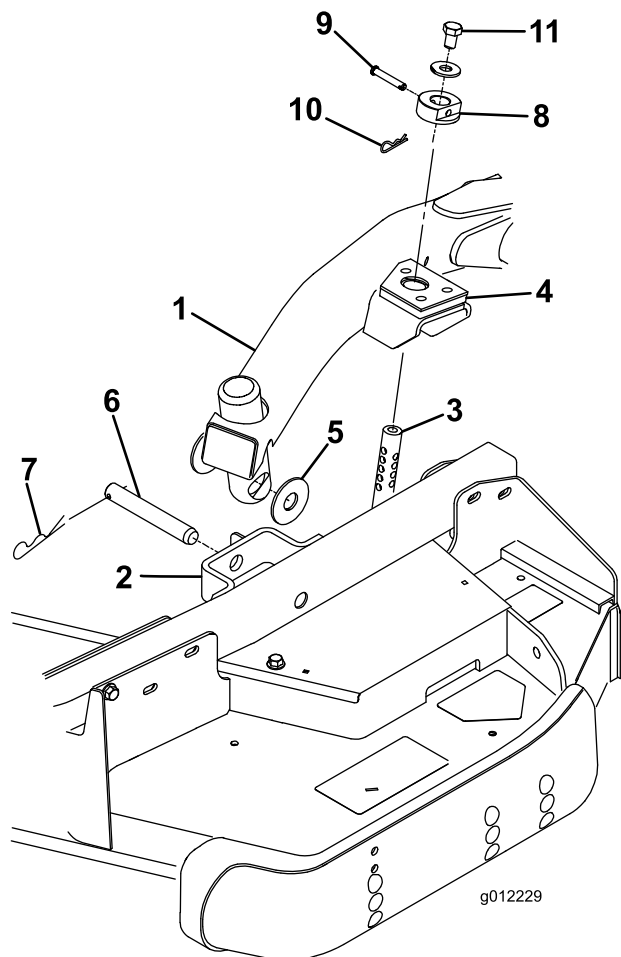

Figure 23
- Placez le levier de relevage en position de flottement. Poussez un bras de relevage vers le bas jusqu'à ce que ses trous soient alignés sur ceux du support du bras pivotant. Il est alors possible d'introduire la tige de réglage de hauteur de coupe dans les patins du bras de levage (Figure 23).
- Fixez le bras de relevage au bras pivotant avec (2) rondelles de butée, un axe de chape et une goupille fendue. Placez les rondelles de butée entre le bras de relevage et le support de bras pivotant (Figure 23). Insérez l'extrémité de la goupille fendue dans la fente
9. Montez les bagues de hauteur de coupe sur les tiges de réglage de hauteur de coupe et fixez-les avec les axes de chape et les goupilles fendues (Figure 23). La tête de l'axe de chape doit être dirigée vers l'avant du plateau.
10. Montez un boulon 1/2 x 3/4" et une rondelle sur chaque tige de réglage de hauteur de coupe (Figure 23).